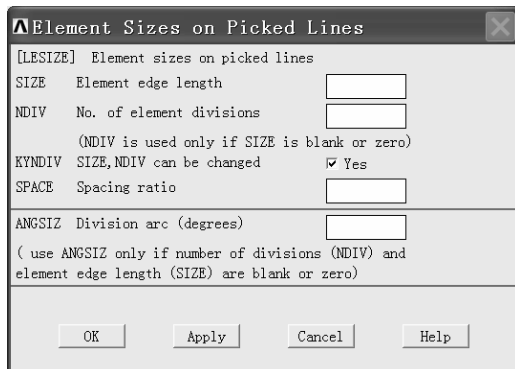

图 1-29 “Element Sizes on Picked Lines”窗口
(5) 单击“Element Si...”窗口中的“Pick All”按钮，弹出“Element Sizes on Picked Lines”窗口（见图 1-29）。